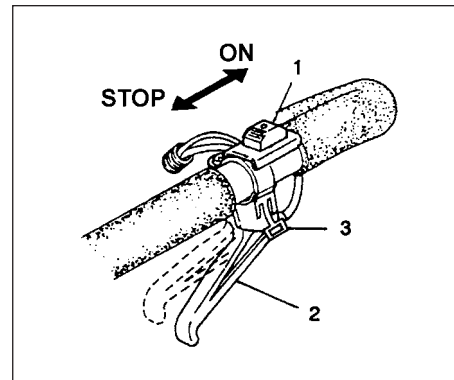

Fig. 2-2
1. Sæt tændingskontakten (1) på positionen ON. (Fig. 2-2)
2. Hvis maskinen er udstyret med en lås (3) til gashåndtaget træk gashåndtaget (2) og bliv ved med at skubbe til låsen (3) for at frigøre det låste håndtag (Fig. 2-2)